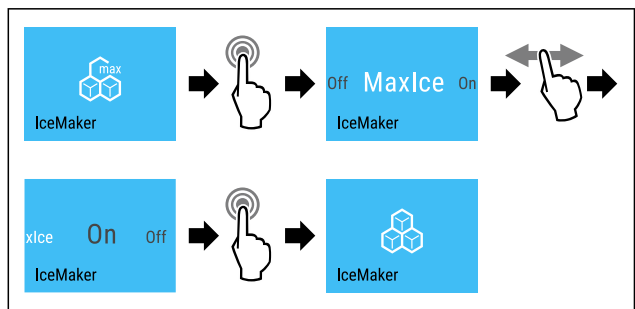

Fig. 22
- ▶ Выполните шаги действия (см. Fig. 22).